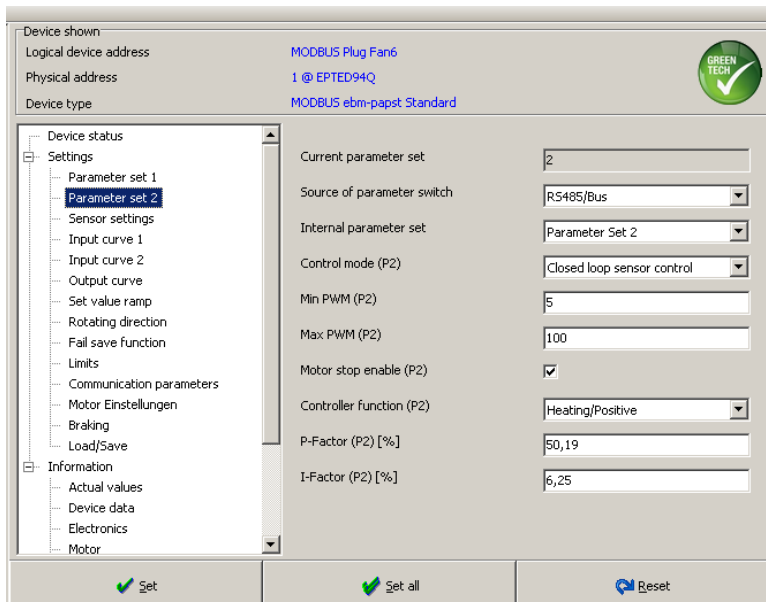

Fig. 59: Parameter set 2
- Under parameter set 2, activate parameter set 2 and make settings (see Fig. 59)